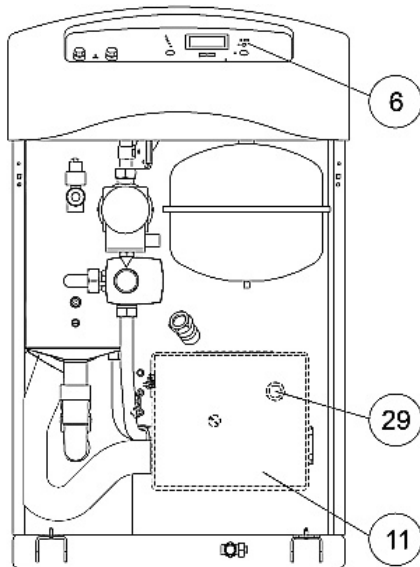

Fig. 85
16.2 Foutmelding van de brander (fig. 85 + 86)
16.2 Mise en sécurité du brûleur (fig. 85 + 86)